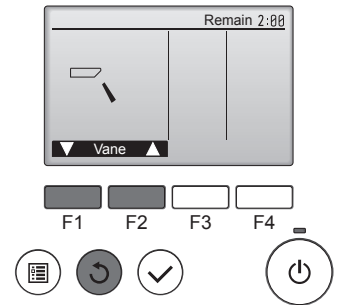

Fig. 8-4
- 2 Kanatçık çalıştırma ekranını görüntülemek için [SELECT] (SEÇ) düğmesine basın ve otomatik kanatçığı kontrol etmek için [F1] ve [F2] düğmelerine basın. (Fig. 8-4)